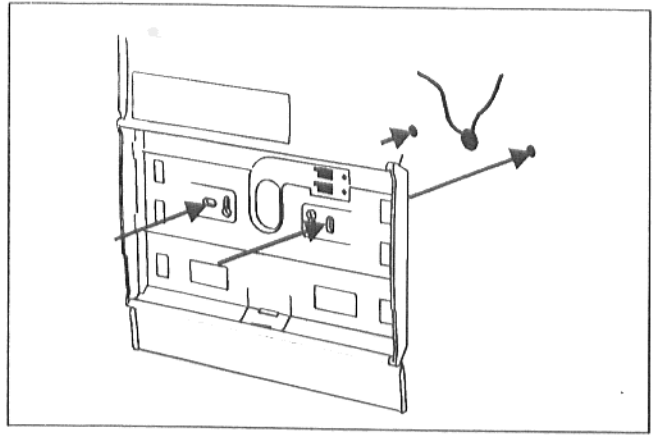

Abb. 2
- Befestigen Sie die Montageplatte mit den mitgelieferten Dübeln und Schrauben (Abb. 2).